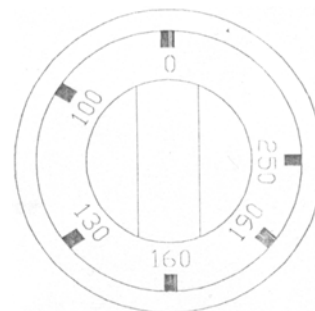

Рис. 16
- Поверните ручку термостата (Рис. 16) по часовой стрелке и установите на нем заданную температуру.
- По окончании приготовления отключите духовку, повернув ручки термостата (Рис. 16) против часовой стрелки.